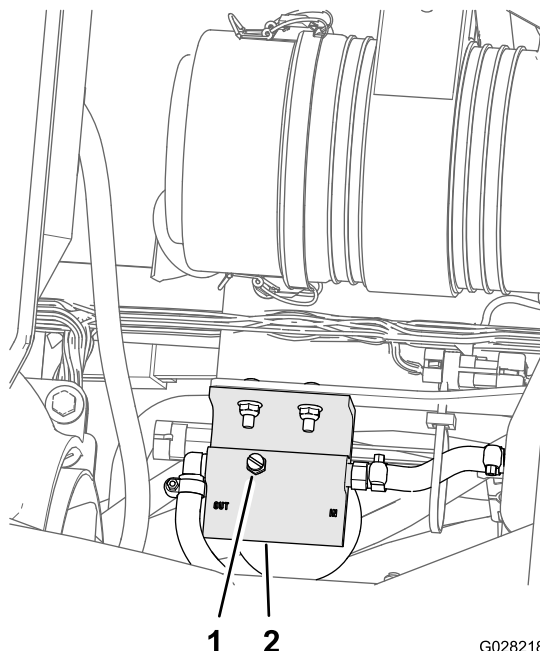

Figura 75
5. Allentate il tappo di sfiato nella parte superiore del separatore di carburante/condensa (Figura 75).
7. Serrate il tappo di sfiato e ruotate l'interruttore dello starter in posizione di SPEGNIMENTO (Figura 75).